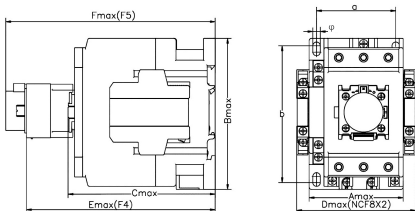

图6 NC8-40~100系列交流接触器外形与安装示意
2.5 NC8-40 ~ 100系列交流接触器安装尺寸与外形尺寸，见图6、7及表7，型号规格重量见箱贴。